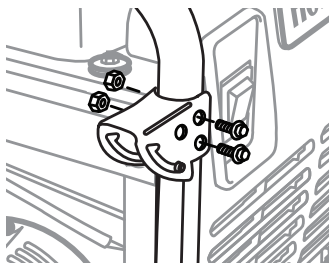

FIGURA 12: Soporte de manija al armazón
2. Sostenga el soporte de la manija sobre los orificios del armazón como se muestra en la Figura 12.